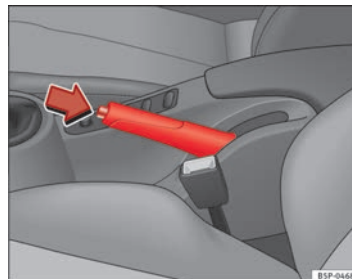

Abb. 150 Handbremse zwischen den Vordersitzen
⇒ Abb. 150.
- Ziehen Sie den Hebel etwas nach oben, drücken Sie die Entriegelungstaste in Pfeilrichtung ⇒ Abb. 150 und führen Sie den Handbremshebel ganz nach unten ⇒ △.